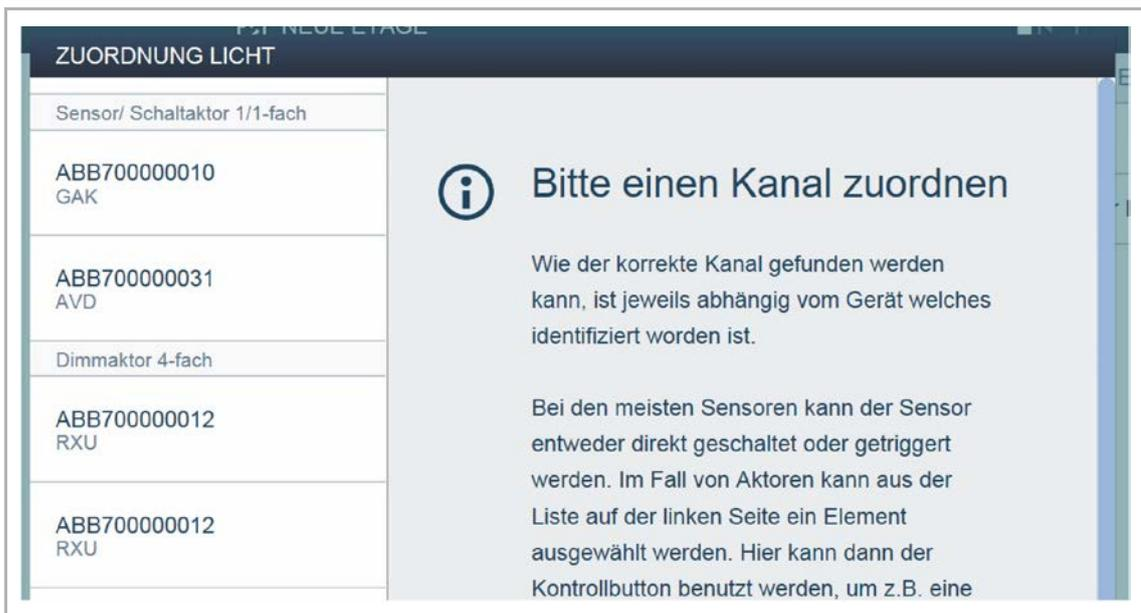

Abb. 27: Popup-Fenster mit passenden Geräten
- Ein Popup-Fenster öffnet sich, in dem alle Geräte aufgelistet werden, die an dem Bus angeschlossen sind und zur gewählten Anwendung passen (z. B. alle Jalousieaktoren, wenn die Jalousieanwendung gewählt wurde, siehe Abb. 27).